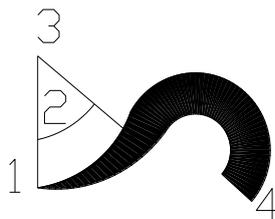

Рис. 3.34. Пример построения полилинии в режиме дуг
7. Постройте полилинию в режиме дуг, если координаты стартовой точки по оси **X** – 40 мм, по оси **Y** – 8 мм; стартовая ширина полилинии – 0 мм, конечная ширина полилинии – 5 мм, величина угла в режиме задания угла – 60, координаты центра дуги по оси **X** – 40 мм, по оси **Y** – 24 мм, координаты конечной точки дуги по оси **X** – 65 мм, по оси **Y** – 8 мм (Рис.3.34).